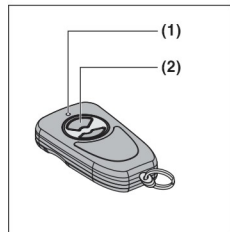

Fig. 1
2 Gerätebeschreibung (Fig. 1)
4.2 Den Handsender verwenden (Fig. 1)
► Die Taste (2) am Handsender drücken. Die mit der Taste verbundene Funktion (z. B. Tor auf/zu) wird ausgeführt.
2 Description de l'appareil (fig. 1)
4.2 Utilisation de l'émetteur (fig. 1)
► Appuyez sur la touche (2) de l'émetteur. La fonction liée à cette touche (par exemple ouverture/fermeture de la porte) s'exécute.